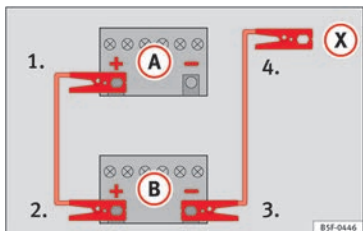

Abb. 79 Anschlusschema für Fahrzeuge ohne Start-Stopp-System.
zeugs mit der entladenen Fahrzeugbatterie (A) » » Abb. 79.
3. Klemmen Sie das andere Ende des roten Starthilfekabels an den Pluspol (+) des stromgebenden Fahrzeugs (B).
- 4a. Bei Fahrzeugen ohne Start-Stopp-System: ein Ende des schwarzen Starthilfekabels an den Massepunkt (-) des Strom gebenden Fahrzeugs (B) » » Abb. 79 anklemmen.